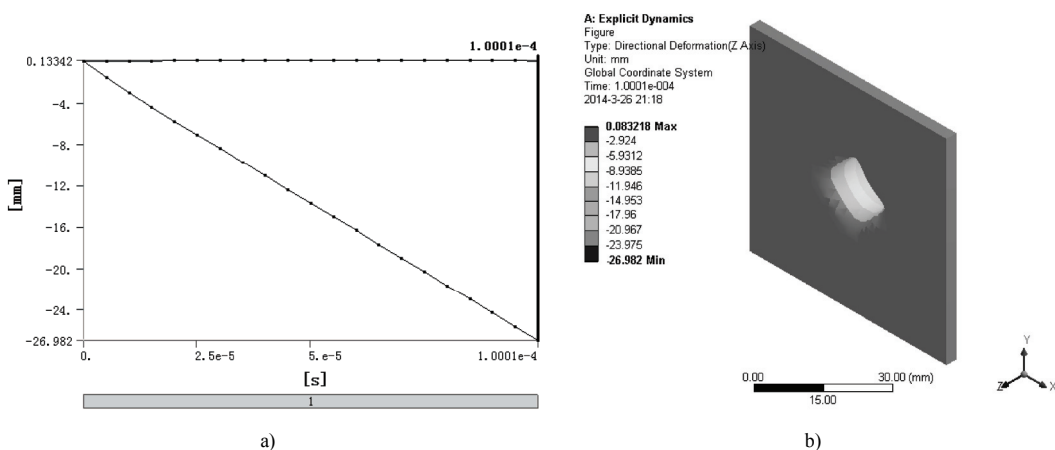

图 15-17 Z 向位移结果
4) 在 Outline 树结构图中的 Directional Deformation 上单击右键, 在弹出的快捷菜单中选择 Evaluate All Results, 此时进行求解, 求解后得到的图形如图 15-17 所示。